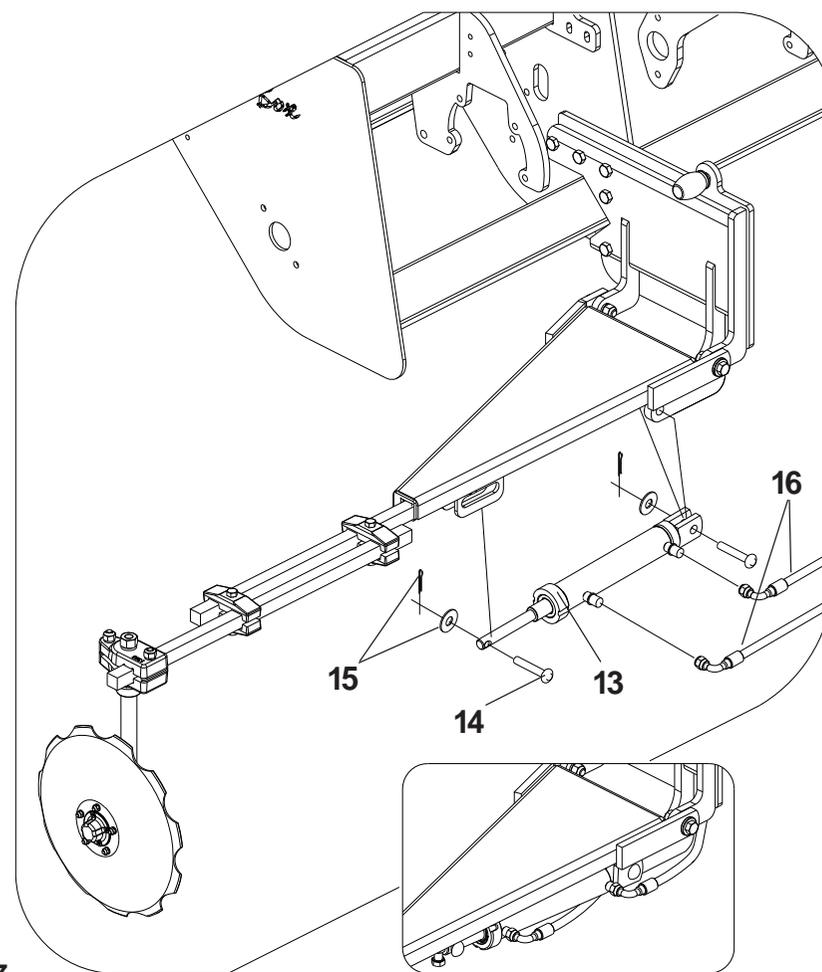

Figura 07
- 6 - Em seguida coloque o cilindro hidráulico (13) com os pinos (14) arruelas e contrapinos (15).
- 7 - Faça a ligação das mangueiras (16), observe que as mangueiras não fiquem muito esticadas, danificando o equipamento. **Figura 07.**